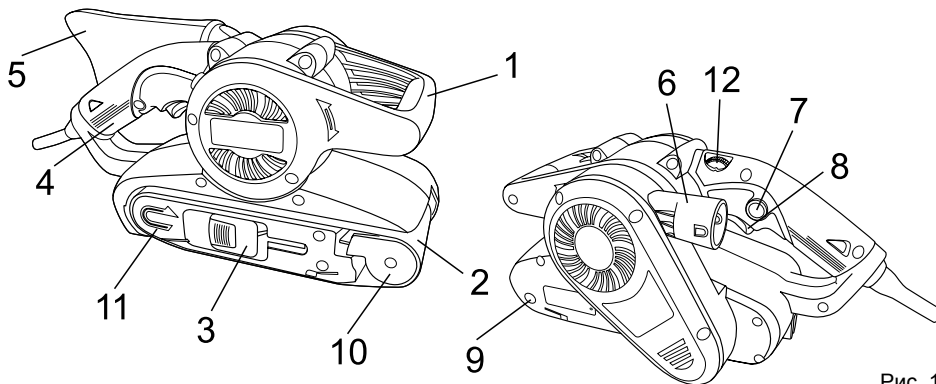

Рис. 1
- вращая винт (поз. 9, рис.1) по часовой или против часовой стрелки, обеспечить параллельность шлифовальной ленты к плоской стороне инструмента. Если шлифовальная лента по-прежнему сбегает с инструмента, нужно заменить её новой лентой.
Для регулировки оборотов необходимо вращать регулятор оборотов (поз. 12, рис. 1). На регуляторе оборотов отмечены положения от 1 до 6. Позиция 1 – минимальные обороты, позиция 6 – максимальные.
Для установки мешка-пылесборника или подключения пылесоса используется патрубок (поз. 6, рис. 1).
Включение и выключение инструмента производится путем нажатия пускового курка (поз. 8, рис.1). Инструмент следует включить до момента соприкосновения с обрабатываемой поверхностью. Перед тем как выключить инструмент, его следует поднять над обрабатываемым изделием.
- нажмите на курок (поз. 8, рис.1).
- не отпуская курок, нажмите на кнопку фиксации курка (поз. 7, рис.1).